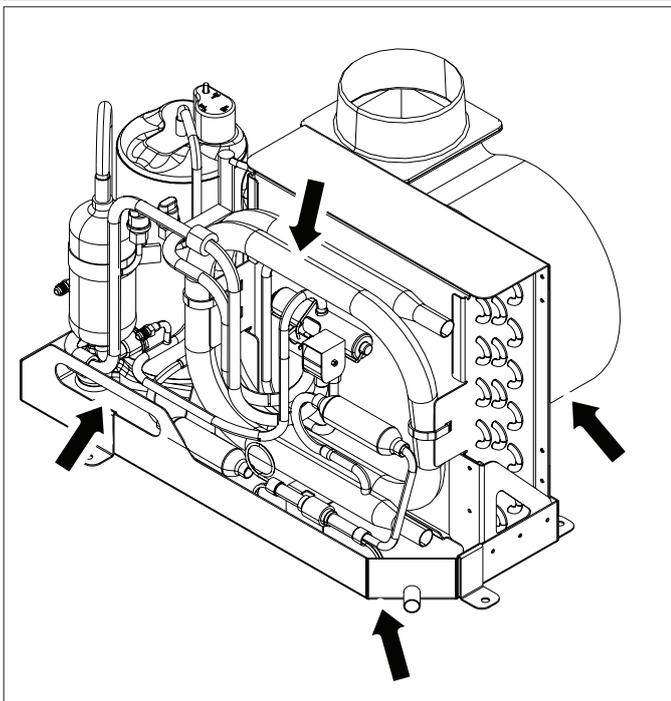

Abb.6 Gerät transportieren
- ▶ Das Gerät nur an der Kondensatwanne, am Gebläse oder am oberen Rohrbogen des Verflüssigers tragen. Niemals das Gerät an anderen Rohrleitungen greifen und tragen. Siehe Abb.6.